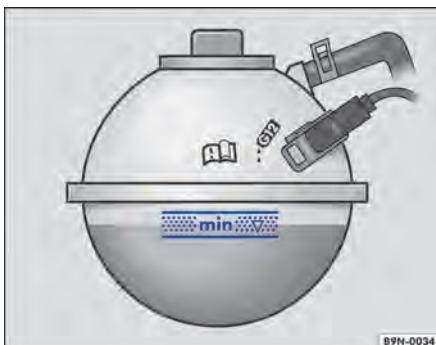

Fig. 133 No compartimento do motor: marcação no reservatório de expansão do líquido de arrefecimento do motor.
- Com o motor frio, verificar o nível do líquido de arrefecimento do motor pela marcação lateral do reservatório ⇒ **Fig. 133**.
- Reabastecer somente com líquido de arrefecimento do motor **novo** e de acordo com a especificação da Volkswagen (⇒ Página 213) ⇒ **①**.
- O nível do líquido de arrefecimento do motor deve permanecer dentro da marcação do reservatório ⇒ **Fig. 133**. **Não completar acima da borda superior da área demarcada** ⇒ **①**!
- Se em caso de emergência não houver à disposição líquido de arrefecimento do motor dentro da especificação exigida (⇒ Página 213), não utilizar nenhum outro aditivo do líquido de arrefecimento do motor! Em vez disso, completar a seguir somente com **água destilada** ⇒ **①**. Depois disso, a mistura com a proporção correta de aditivo do líquido de arrefecimento do motor ⇒ Página 213 deve ser restabelecida o mais rápido possível.
- Completar com líquido de arrefecimento do motor somente até a borda superior da área demarcada ⇒ **Fig. 133**. Caso contrário, ao aquecer-se, o líquido excedente será expulso do sistema de arrefecimento do motor e poderá ocasionar danos.
① NOTA (continuação)